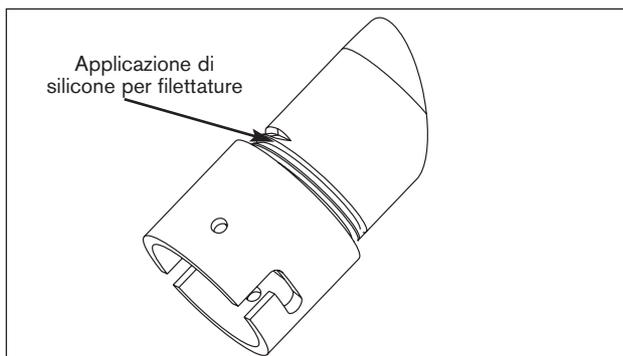

Figura 1: Innesso della custodia
3. Le filettature del tubo non devono presentare impurità o tracce di ruggine. Sebbene un connettore ermetico protegga l'interno dell'alloggiamento dalla polvere, si consiglia di applicare silicone sulle filettature dell'innesto della custodia. Collegare l'innesto della custodia alla staffa o al tubo pendente (*Figura 1*).